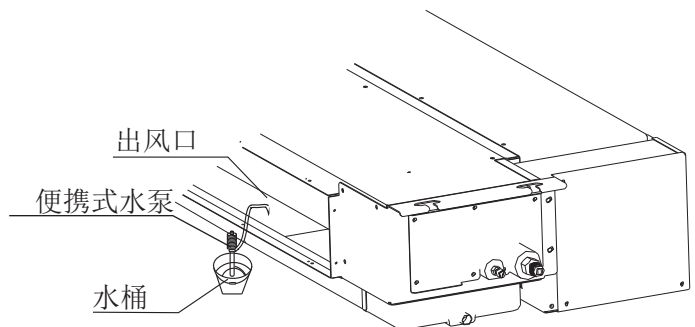

图6.7
- (1) 安装排水管应向下倾斜，否则会导致室内机关闭时冷凝水倒流且漏入房间。
- (2) 排水管不得与污水管或其它排水管相接。
- (3) 当排水总管与室内机相连时，室内机必须高于总管。根据室内机冷量大小及数量多少选择足够尺寸的排水管。
- (4) 在接好电线和排水管后，按下面步骤检查确认水流通畅。
- b. 往接水盘中注入2或2.5升水，如图6.7
- (5) 用户如有安装困难，请选配排水泵组件附件。